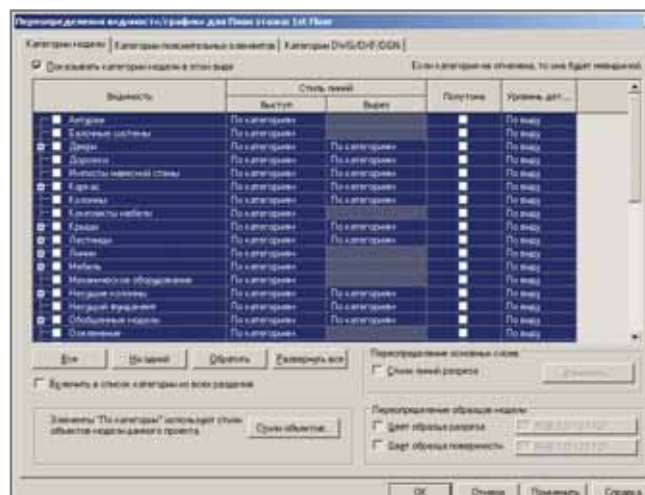

Рис. 5. Отключите видимость всех объектов за один шаг
5. Снимите галочку у всех элементов списка. Поскольку выбраны все элементы, достаточно щелкнуть на каком-нибудь одном из них (рис. 5).